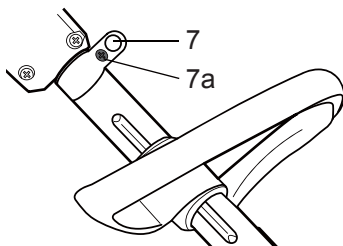
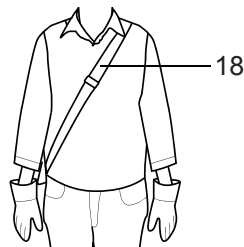

Fig.14
Fig.15
- > Ajustez la position de la bague de suspension [7] de la manière indiquée sur la (Fig. 14).
- > Verrouillez la bague de suspension [7] en serrant le boulon [7a] avec l'outil multifonction (20).
- > Enfilez le harnais [18] en bandoulière en le faisant passer sur l'épaule gauche, avec le mousqueton [18a] au niveau de la hanche droite (Fig. 15).